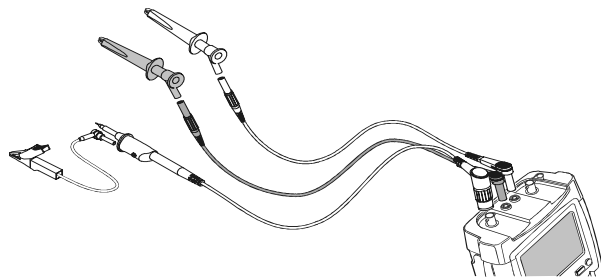

图 20. 示波器记录使用外部触发
- 4 向红色的 BNC 输入端口 A 应用要记录的信号。向红色和黑色的外部触发香蕉插口应用触发信号。（请看图 20。）